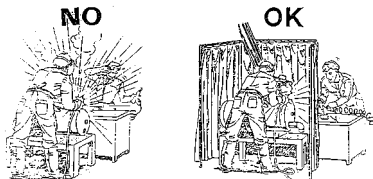

Fig.4
- A operação de solda deve ser realizada num ambiente isolado / separado das outras zonas de trabalho, se isto não for possível, as pessoas que se encontrarem perto do operador e, mais ainda, os seus assistentes devem ser protegidos por meio da interposição de cortinas & telas opacas transparentes, autoextinguíveis e que correspondam às normas locais em vigor (a escolha da cor de uma cortina depende do processo de soldadura e do valor das correntes utilizadas), de óculos anti-UV e, se for necessário, com uma máscara com um protetor de filtro adequado (Fig. 4).